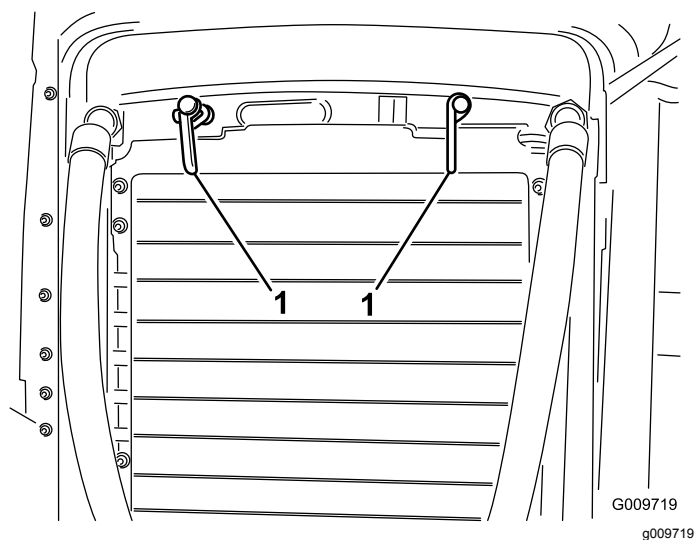

Figura 56
2. Girate i fermi (Figura 56) che fissano il radiatore dell'olio al telaio.